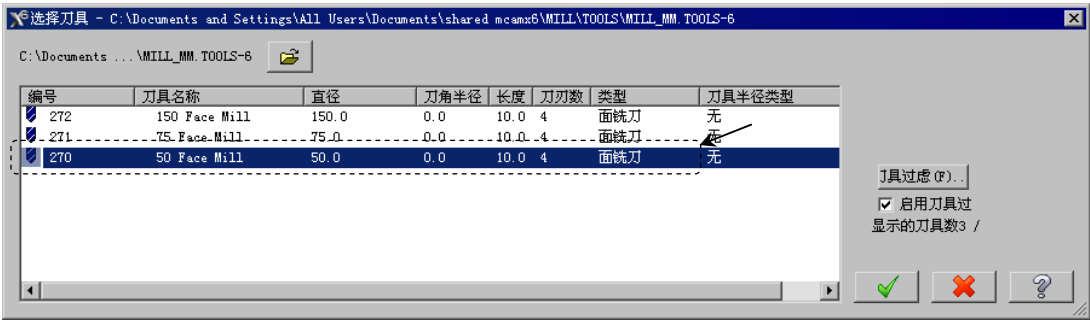

图 2.8 “选择刀具”对话框
Step5. 选择刀具。在“2D 刀具路径 - 平面铣削”对话框中，单击 **从刀具库中选择...** 按钮，系统弹出图 2.8 所示的“选择刀具”对话框，在该对话框的列表框中选择图 2.8 所示的刀具。单击  按钮，关闭“选择刀具”对话框，系统返回至“2D 刀具路径 - 平面铣削”对话框。